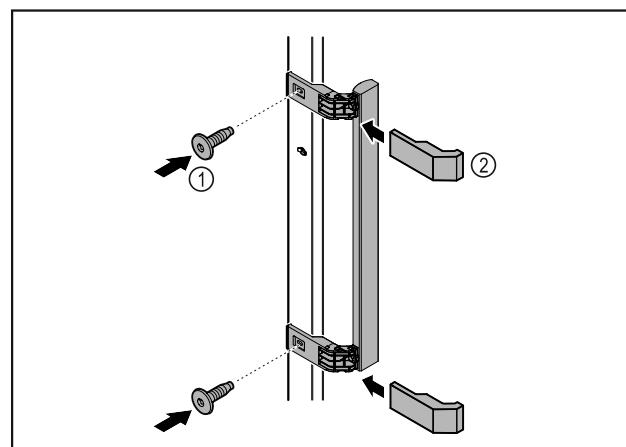

Fig. 50
- Colocar en la puerta el tirador del kit de accesorios con los tornillos incluidos *Fig. 50 (1)*.
- Colocar las cubiertas *Fig. 50 (2)*.